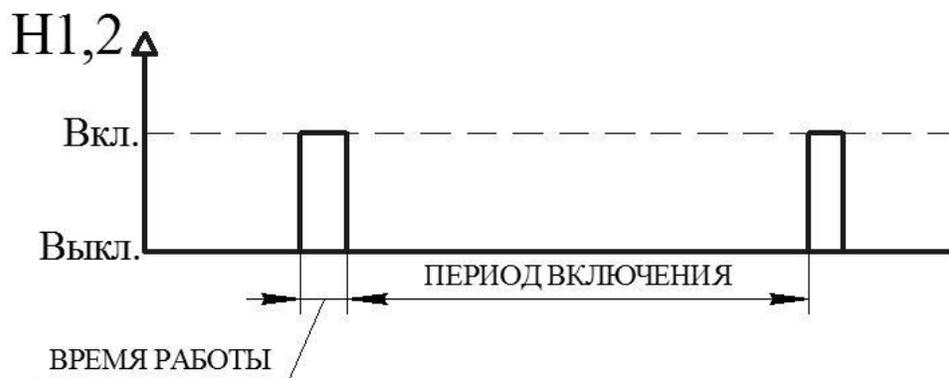

Рисунок 19 – Диаграмма работы БУН в режиме «МЕЖСЕЗОН»
- **Межсезон** – кратковременная работа насоса с задаваемой периодичностью и длительностью с целью исключения заклинивания при простое в межотопительный период (Рисунок 19).